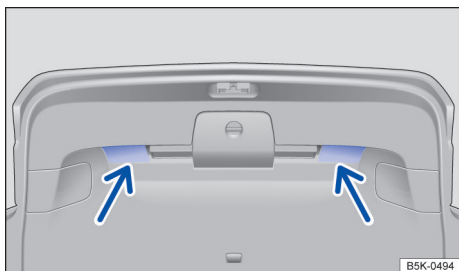

Fig. 65 Tampa do compartimento de bagagem aberta: rebaixas para fechar.
- Puxar a tampa do compartimento de bagagem pela alça do revestimento interno → Fig. 65 com impulso para baixo, de modo que se encaixe na fechadura → .